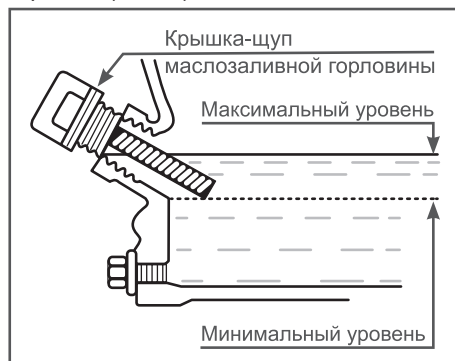

Рис. 6 Проверка уровня масла в картере
*Максимальный уровень масла в картере соответствует нижней кромке заливного отверстия (Рис. 6).*
При недостаточном уровне масла в картере необходимо долить чистое масло до верхней отметки на щупе, что соответствует нижней кромке заливного отверстия (Рис. 6).